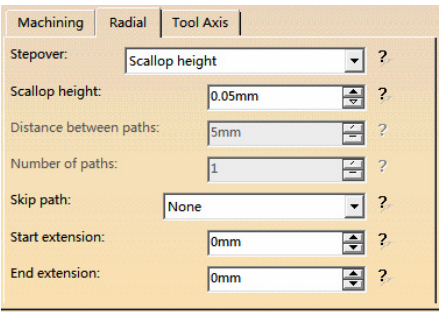

图 5-129 “Radial” 选项卡 (7)
- 在“Radial”选项卡 (7) 的“Stepover”下拉列表中选择“scallop height”, 在“Scallop height”文本框中输入“0.05mm”, 如图 5-129 所示。